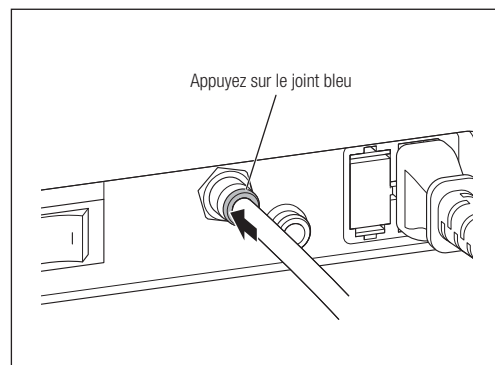

Fig. 3
- 3) Pour retirer le tuyau d'air, tirez dessus en poussant le joint bleu en direction du boîtier de contrôle (Fig. 3).